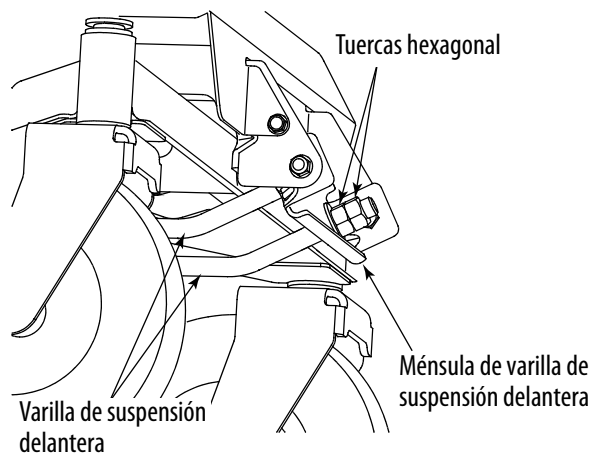

Figura 6-7
- Ubicado delante del tractor, afloje las tuercas exteriores hexagonales de la varilla de suspensión delantera de la plataforma y gírelas separándolas de las tuercas interiores. Vea la Figura 6-7.
- Si la parte delantera de la plataforma estuviese demasiado baja, gire las tuercas hexagonales interiores en sentido de las agujas del reloj contra la ménsula de suspensión para acortar la varilla de suspensión delantera y levantar el frente de la plataforma. Vea la Figura 6-7.